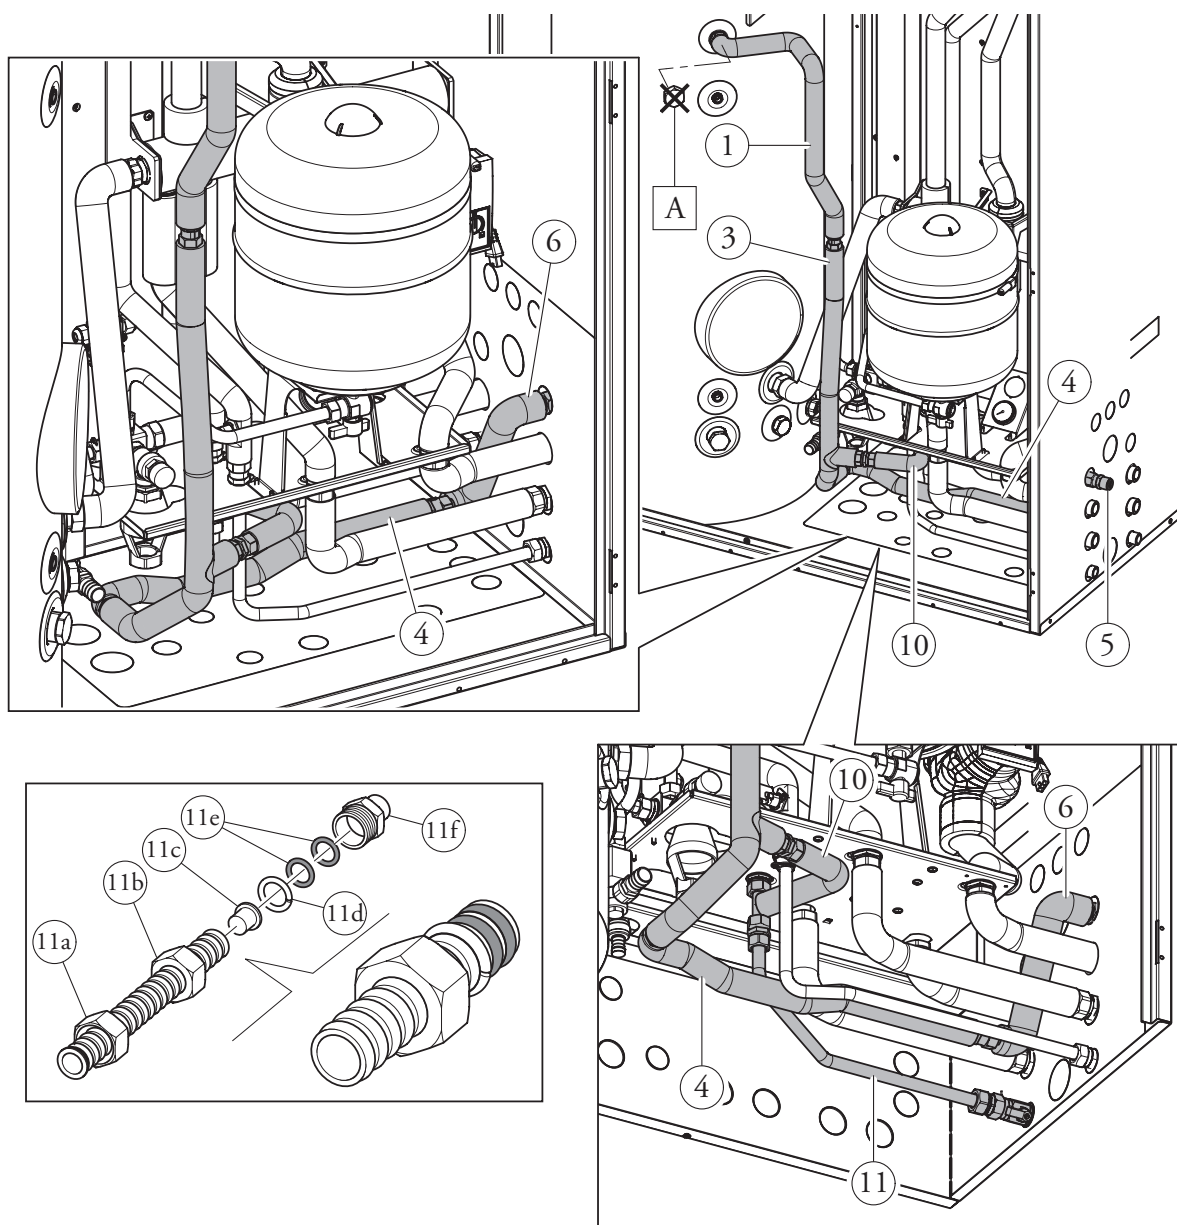

Fig. 2
- Collegare il tubo ricircolo coibentato (4), il tubo flessibile coibentato (6) e il nipples (5) dopo aver interposto le apposite guarnizioni piane (2) in dotazione nel kit, all'impianto di ricircolo sanitario previsto per l'allacciamento laterale (Fig. 2).
- Collegare al tubo a T coibentato (10) in sequenza, il nipples (9), la valvola di ritegno (8) e il tubo flessibile (11) dopo aver interposto le apposite guarnizioni piane (2) in dotazione nel kit (Fig. 2).
N.B.: installazione tubo flessibile (11): inserire il dado (11a) dal lato con la cartella. Collegare il tubo (11) in modo provvisorio. Sagomare il percorso del tubo flessibile prendendo le misure e le lunghezze necessarie, quindi all'occorrenza procedere al taglio del tubo stesso utilizzando un tagliatubi per adattare la lunghezza alle proprie esigenze. Inserire il dado (11b), il tappo (11c) all'imboccatura del tubo ed inserire in sequenza l'anello in ottone (11d) posizionandolo sulla 3° gola e i 2 OR (11e) posizionandoli sulla 1° e 2° gola. Dopo aver posizionato gli OR togliere il tappo di protezione (11c). Unire il raccordo in ottone (11f) al dado (11b).
- L'allacciamento laterale del tubo di ricircolo può avvenire in uno dei fori predisposti (Fig. 2).